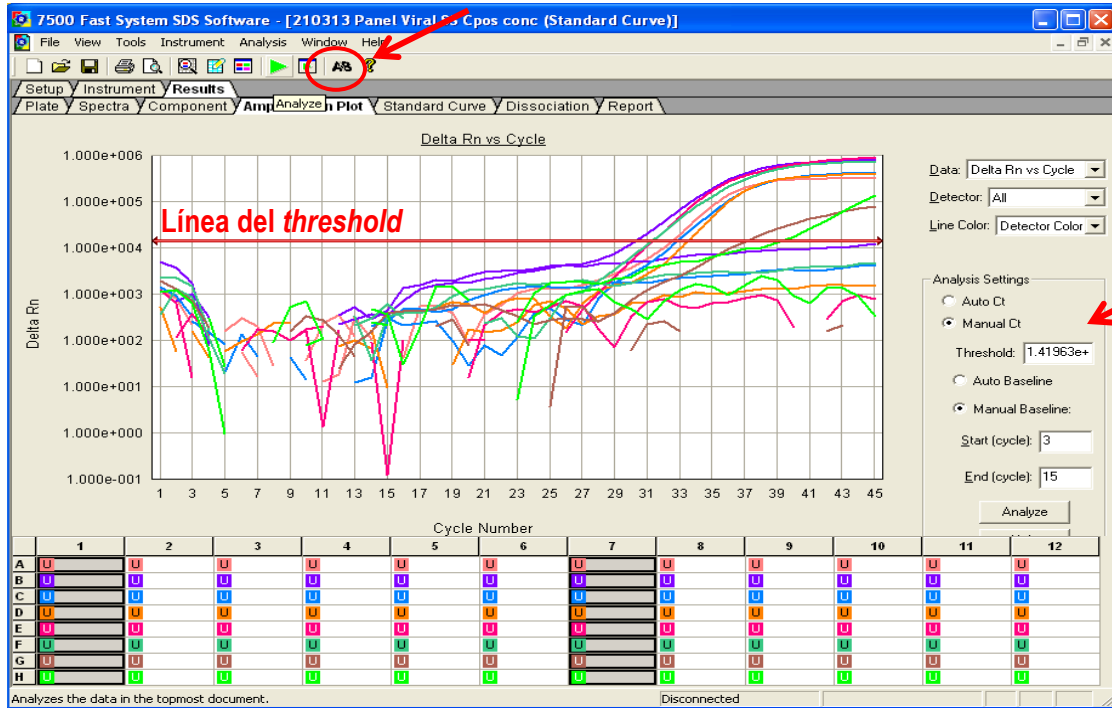

Figura 11.- Ajuste de Threshold y de parámetros para la lectura.
controles positivos (columna 12 o donde se hayan colocado) al mismo tiempo, como se muestra en la figura 11.
- El *threshold* se fija dando clic en el botón **Analyze** (analizar), el cual se encuentra del lado derecho de la ventana de las curvas de amplificación y por debajo de los parámetros antes establecidos ver flecha derecha de la figura 11. Cada vez que se realice alguna modificación sobre la corrida es necesario seleccionar “*analizar*” para que los cambios sean aplicados.